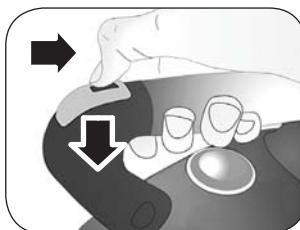

Fig. 6
- 1 Posizionare la manopola di regolazione vapore (K) sul valore "+".
- 2 Impostare la temperatura di stiratura tramite la manopola di regolazione (F) oltre il simbolo (•••).
- 3 Attendere che la spia (C) del ferro sia spenta.
- 4 Attendere l'accensione della spia pronto vapore (M).
- 5 Premere il pulsante vapore (D) e spostare il cursore (E) verso il manico (Fig. 6). Il cursore (E) bloccherà il pulsante provocando l'uscita di un getto di vapore continuo e costante.